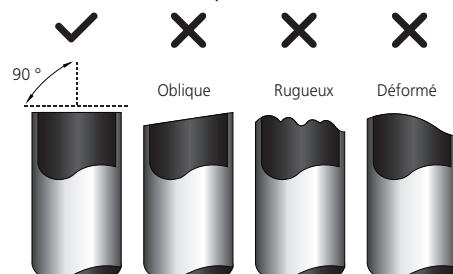

Fig. 7.1
- Assurez-vous que le tuyau est coupé à un angle parfait de 90°. Voir Fig. 7.1 pour des exemples de mauvaises découpes